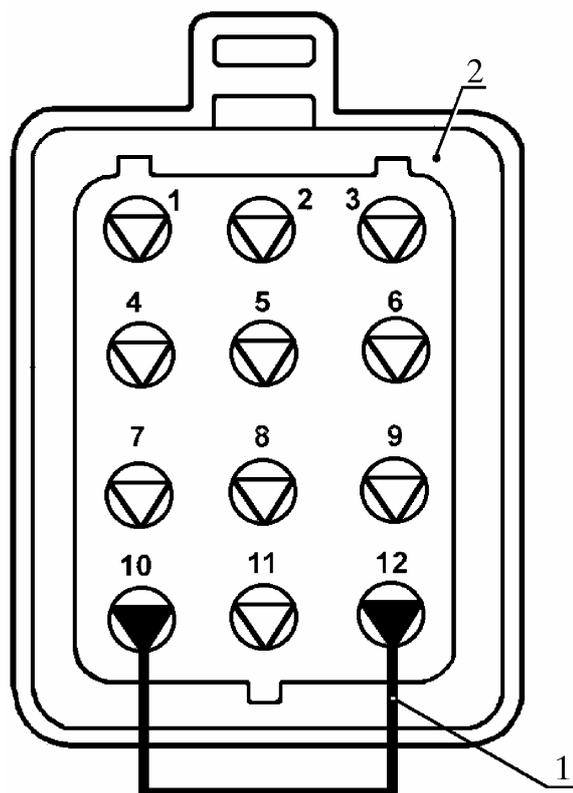

Рис. 4. Установка перемычки контактов диагностического разъема при активации режима самодиагностики: 1 - вилка-перемычка; 2 - колодка диагностического разъема
5.5.1. Открыть крышку диагностического разъема 2 (рис. 4) и замкнуть контакты 10 и 12